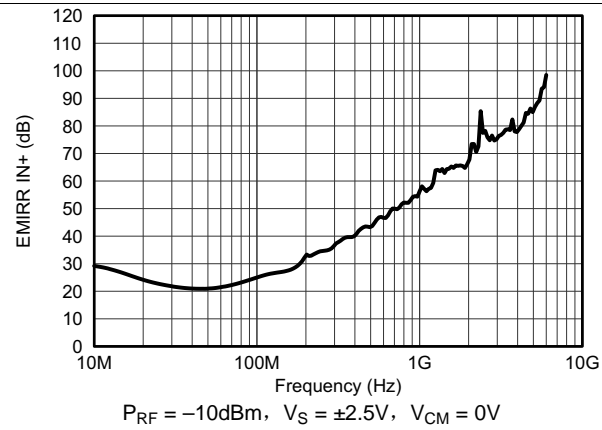

图 13. 以同相输入为参考的
电磁干扰抑制比 (EMIRR)	<a href="#">图 13</a>
德州仪器 (TI) 已经开发出在 10MHz 至 6GHz 扩展宽频谱范围内准确测量和量化运算放大器抗扰度的功能。EMI 抑制比 (EMIRR) 指标允许按 EMI 抗扰性直接比较运算放大器。图 13 说明了针对 TLV314 执行的此测试的结果。还可以在应用报告《运算放大器的 EMI 抑制比》(SBOA128) 中找到详细信息；请从 [www.ti.com](http://www.ti.com) 下载此报告。